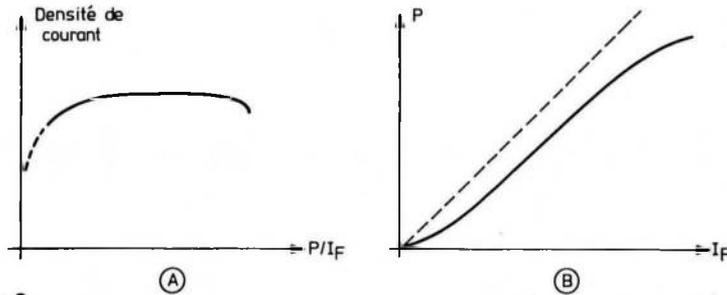

Figure 3
- 1) Il est recommandé de ne pas utiliser une LED à trop faible courant I_F car la variation relative de la puissance optique émise en fonction de la température est élevée, à faible densité de courant. Le rendement optique P/I_F , s'il peut être considéré comme constant dans une grande plage de valeurs de I_F , et plus faible à bas niveau de courant, ce qui est indiqué à la **figure 3 A**.
2) D'autre part, il n'est pas conseillé d'utiliser une LED à courant I_F trop fort, car la puissance émise décroît sensiblement lorsque la température de jonction augmente. L'évolution dans le temps, du composant considéré, est d'autant plus forte que la densité de courant moyenne est plus élevée (voir figure 3 B). En tenant compte des remarques ci-dessus, on aura intérêt à suivre les conseils suivants :